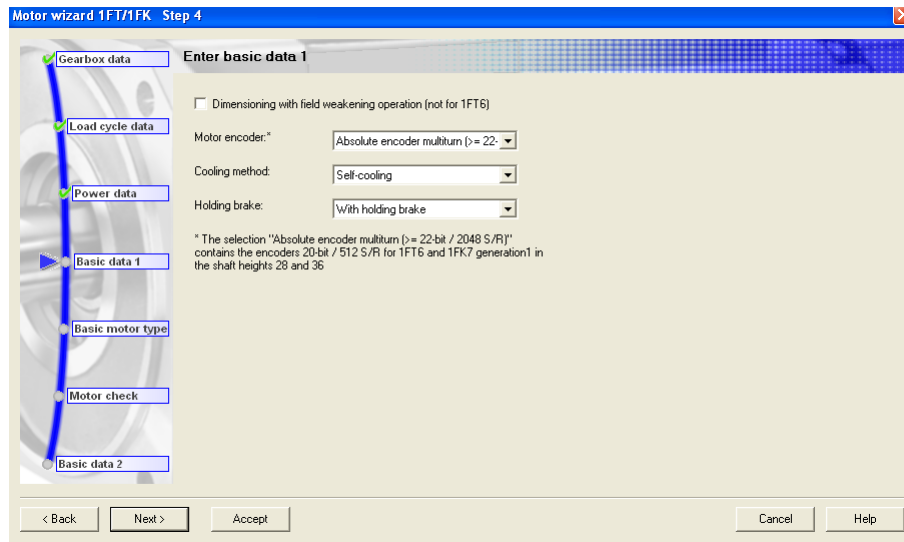

Figura 3.2.66 “Enter basic data 1”
Paso 4 *Enter basic data 1* (figura 3.2.66): en este paso se comienzan a seleccionar las primeras características del motor, es decir, el encóder (*Motor encoder*), el método de refrigeración (*Cooling method*) y freno de mantenimiento (*Holding brake*).